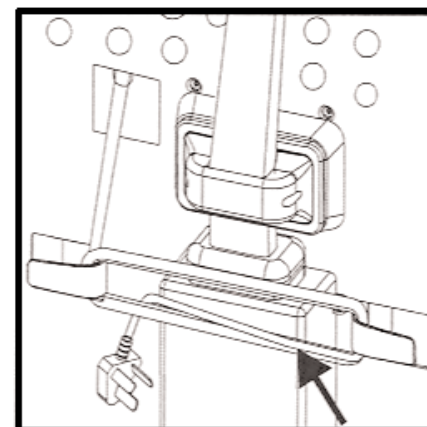

FIG.27
- Rangez le cordon d'alimentation. FIG. 27